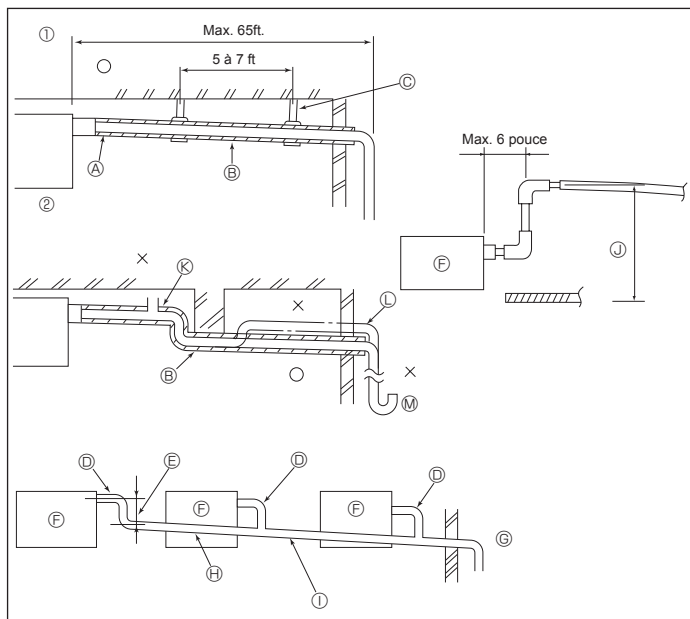

Fig. 5-5
5.4. Mise en place du tuyau d'écoulement (Fig. 5-5)